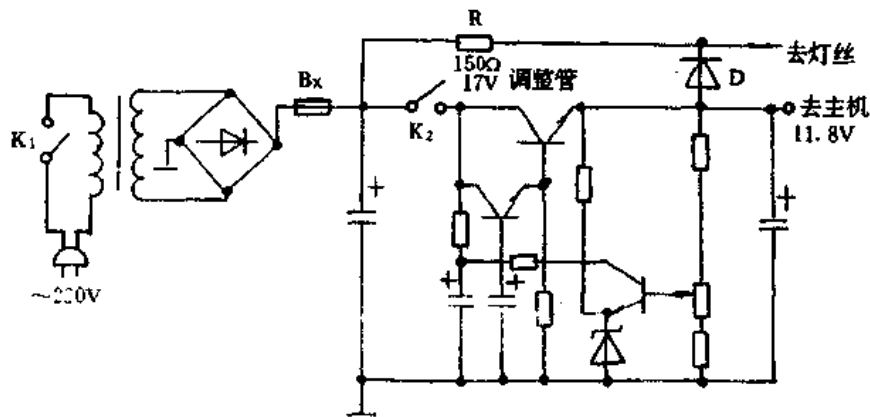

图 5-27 限流延时电荷
⑤限流延时电路。如图5-27所示,只在原串联型稳定电源电路上增加三个元件:一个是降压电阻R,将原12V的灯丝脚引线改接在R右端,由整流17V经R降压后供给灯丝;二是二极管D;三是在调整管左端接开关  $K_2$ 。工作原理:开机(合  $K_1$ )时,17V经R输出约7V电压给灯丝,阴极预热工作,几秒钟(2s为宜)后合